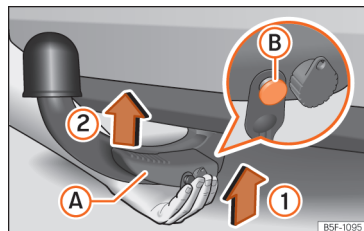

Abb. 254 Anhängerkupplung anbringen Schritt 1
- Die Anhängerkupplung **von unten** und der Pfeilrichtung » Abb. 254 ① folgend in die deren Aufnahme einsetzen, bis sie hörbar einrastet » ⚠.
Der Hebel » Abb. 254 (A) dreht sich **automatisch** in Pfeilrichtung (2) nach oben und der Entriegelungsbolzen (B) kommt heraus (sein rot-grüner Teil ist sichtbar) » ⚠.
- Beim Befestigen der Anhängerkupplung **nicht mit den Händen in den Hebel fassen, um ein Einklemmen der Finger zu vermeiden** » Abb. 254 (A).